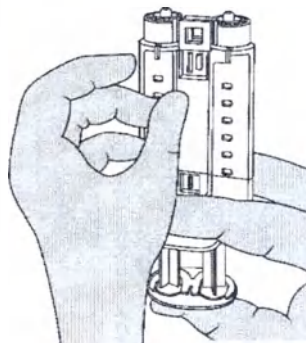

Рисунок 10
2. Держите держатель шприца так, чтобы наконечники были направлены вверх. Чтобы удалить пузырьки воздуха из шприцев, слегка ударьте по боковой стороне держателя шприца один или два раза, удерживая держатель шприца в вертикальном положении, и слегка нажмите на поршень, чтобы выпустить воздух. (Рис.10)